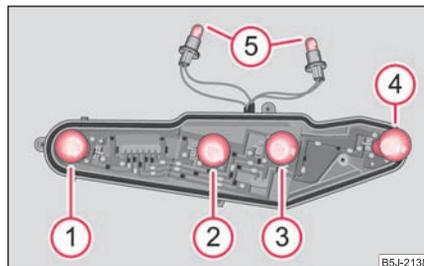

Fig. 215 Unidad de luces posteriores: Posición de montaje de las bombillas
- Para cambiar la bombilla de la luz de población, girar el portalámparas de la bombilla ⑤ hacia la izquierda hasta el tope (en dirección de las flechas de la caja) y sacarlo de la caja ⇒ página 234, fig. 215.
⇒ página 234, fig. 215.